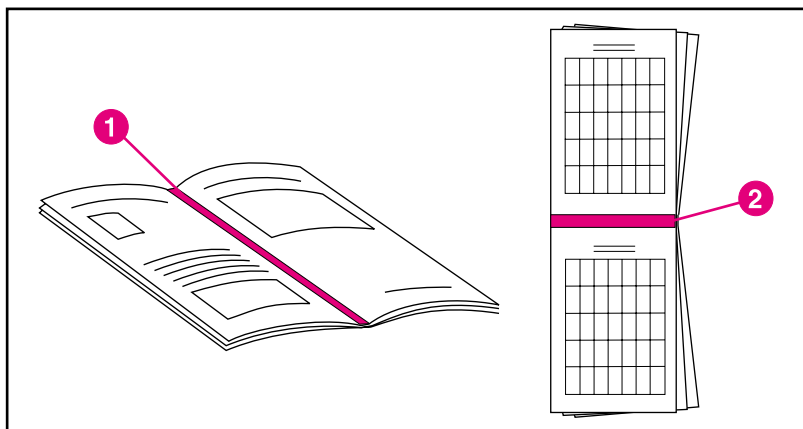

рисунок 3-4 Параметры переплета
- 6 Нажмите клавишу **ЗНАЧЕНИЕ** для выбора переплета **ПО ДЛИННОМУ КРАЮ** или **ПО КОРОТКОМУ КРАЮ** (см. рисунок 3-4).
- *Переплет по длинному краю (книга)*, обычно применяемый для книг. (Смотрите 1 на рисунок 3-4.)
- *Переплет по короткому краю (блокнот)*, часто используемый для календарей. (Смотрите 2 на рисунок 3-4.)